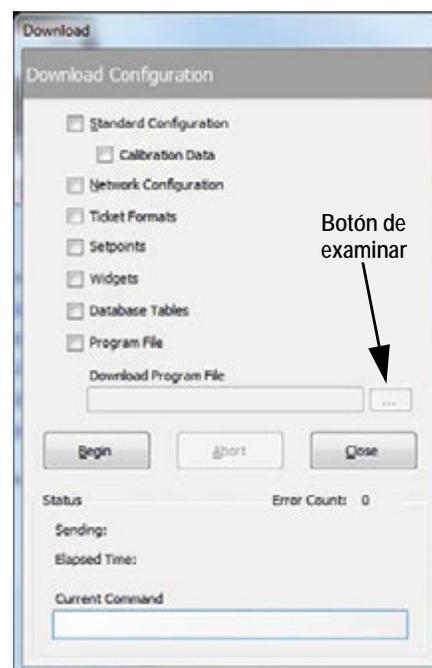

Imagen 13-3. Importación de ajustes
3. En el indicador **1280**, desde el menú **Communications (Comunicaciones)**, seleccione **Download configuration (Descargar ajustes)**. Se abrirá un cuadro de menú (consulte la Imagen 13-3).